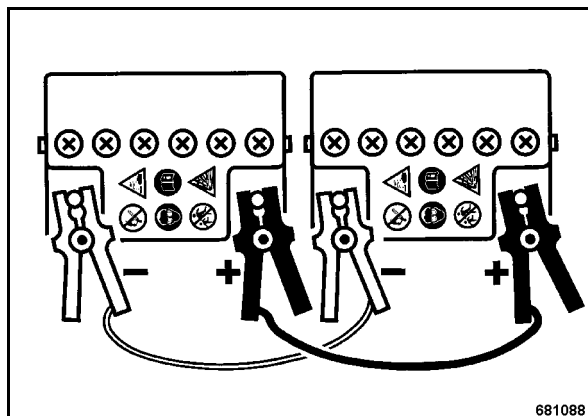

рис. 18
- С помощью провода для подключения стартера к вспомогательной аккумуляторной батарее (рис. 18) соединить положительные полюса вспомогательной батареи и стартерной батареи.